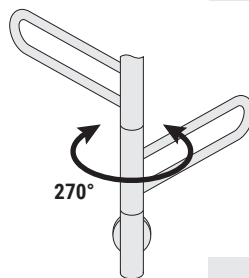

Рис. 6
**ВНИМАНИЕ!** Максимальный угол поворота всех составных элементов изделия относительно нижнего узла не более 270 градусов (рис. 6).